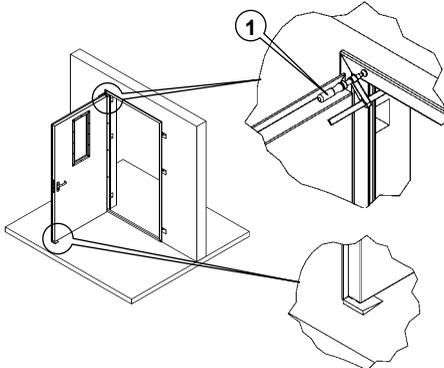

Abb. 96: Türelement eingesetzt (Einmörtelung)
4. Zarge an der oberen Bandseite mit Schraubzwinde (siehe Abb. 96) an der Wand sichern. Ggf. zusätzlich Türblatt unterkeilen.